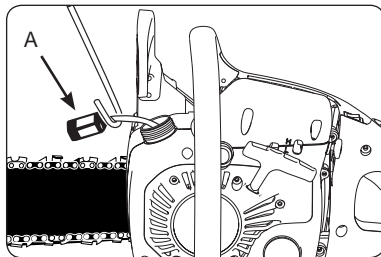

Fig. 19
4. Sortez le filtre (A) du réservoir (Fig. 19).